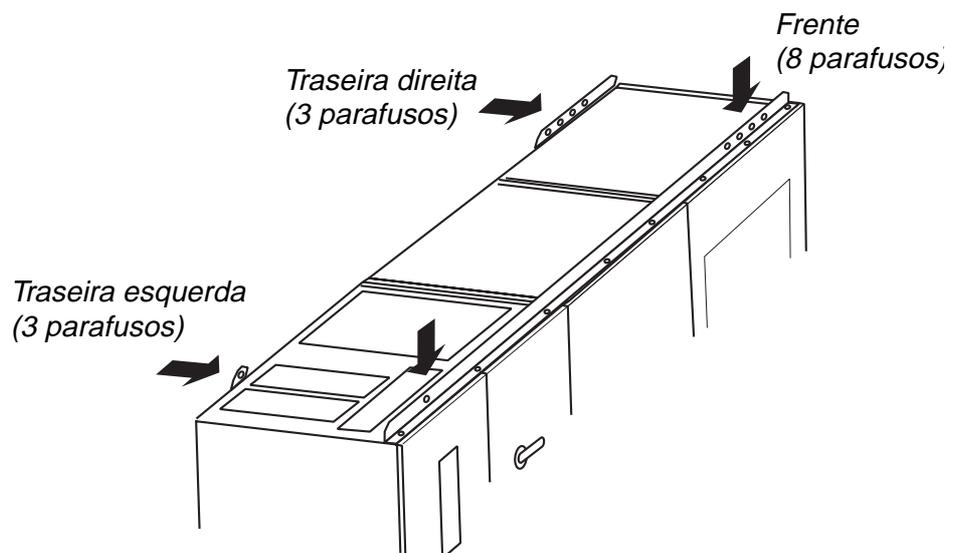

Figura 6-3 Trilhos do guindaste de montagem
- 5 Se o ACS 1000 tiver de ser movido por guindaste, monte os trilhos do guindaste na margem superior dianteira e traseira do conversor (veja *Figura 6-3*). Trilhos e parafusos (tamanho M8/8.8, comprimento 25 mm) são parte do equipamento entregue.